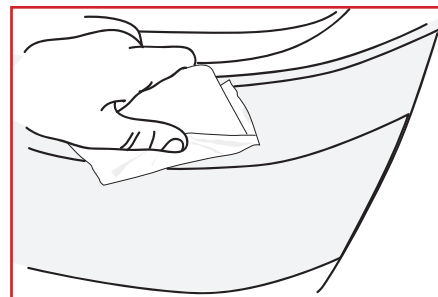

Figure 08
► Placer un papier absorbant sur la MARBLEU. Appliquer une pression sur les bords de la découpe afin d'éliminer l'humidité au maximum. (FIG. 08)